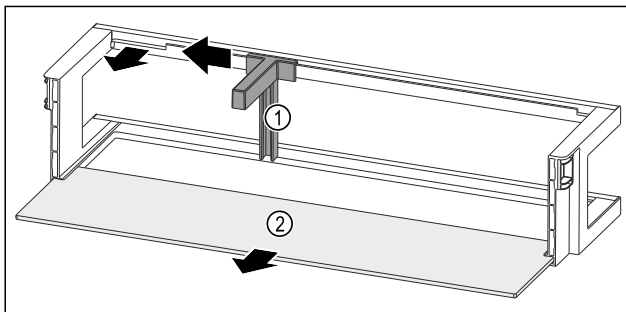

Fig. 229 Ajtópolc palacktartóval és tárolólappal
- ▶ A mélyedésig tolja oldalra a palacktartót Fig. 229 (1).
- ▶ Vegye ki a palacktartót Fig. 229 (1).
- ▶ Vegye ki a tárolólapot Fig. 229 (2).